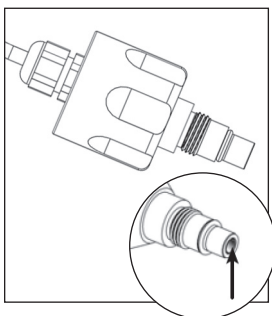
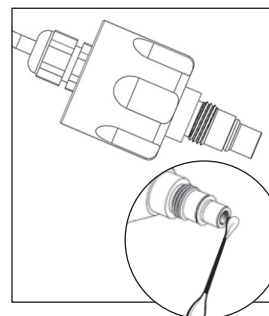

Figure 4A
Figure 4D
2. Une fois que la sonde soit relâchée de la chambre à réaction, nettoyez la fenêtre de quartz (figure 4A) avec un détartrant disponible en magasin (CLR ou Lime-A-Way) et une tige de coton ouaté (figure 4D). Suivez toutes les directives du fabricant du liquide de nettoyage lorsque vous vous en servez. N'utilisez pas de nettoyant abrasif sur la fenêtre de quartz. Toute égratignure sur la fenêtre de quartz annulera la garantie du fabricant sur cette pièce.